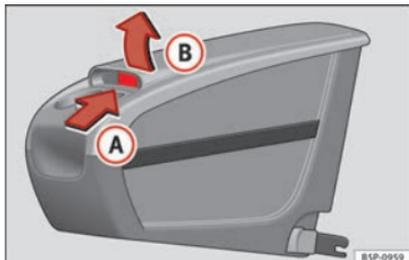

Fig. 91 Portaobjetos móvil. Apertura.
- Levante la tapa (B), por la zona (A) » fig. 91.